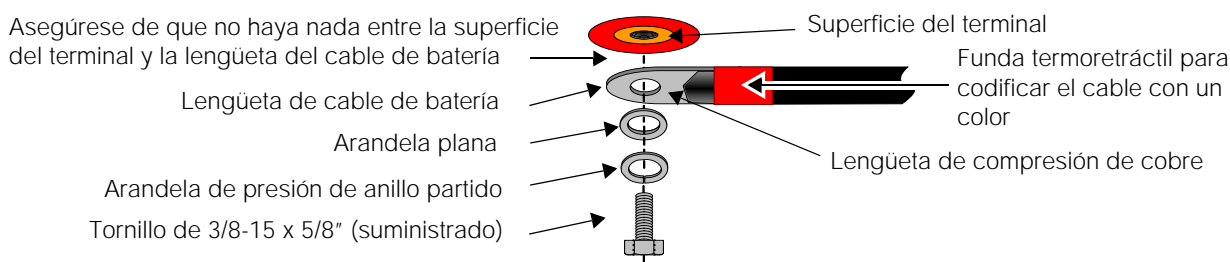

Figura 2-10 Conexiones de los cables de batería
3. Conecte un conector del cable POSITIVO (+) al terminal de CC POSITIVO del cargador/inversor. Intente respetar la polaridad adecuada. En la Figura 2-10 se muestra el orden de apilamiento adecuado del hardware. Utilice una llave para apretar el tornillo con el valor de par de apriete necesario.
5. Conecte el cable NEGATIVO (-) de la batería al terminal de CC NEGATIVO (-) del cargador/inversor. Tenga cuidado de respetar la polaridad adecuada. En la Figura 2-10 se muestra el orden de apilamiento adecuado del hardware. Utilice una llave para apretar el tornillo con el valor de par de apriete necesario.